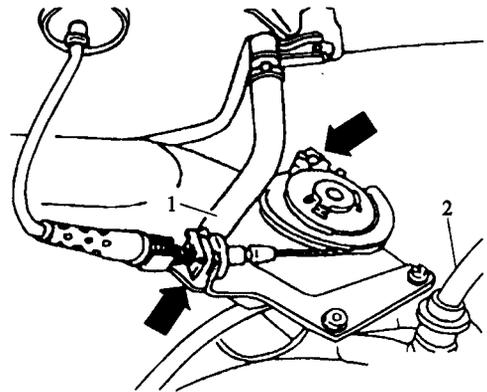

图 1-4 松开节气门拉索
14) 松开节气门拉索,如图 1-4 箭头所示。拔下通向活性炭罐电磁阀的真空管 1、通向制动系真空助力器的真空管 2。